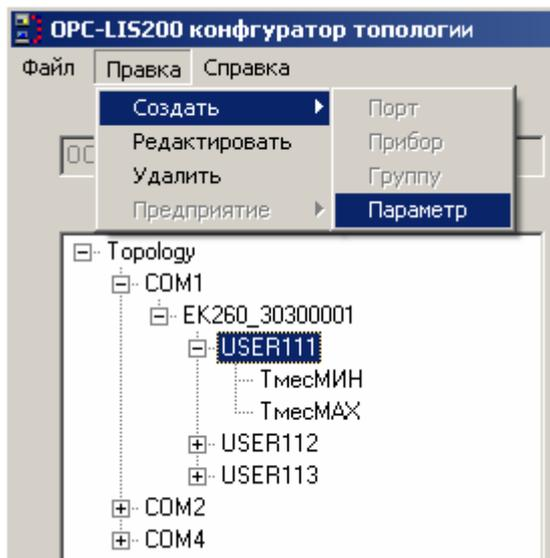

Рисунок 22
- Создать новый “Параметр” (рис.22). Команда разрешена только при выборе узла “Прибор”.